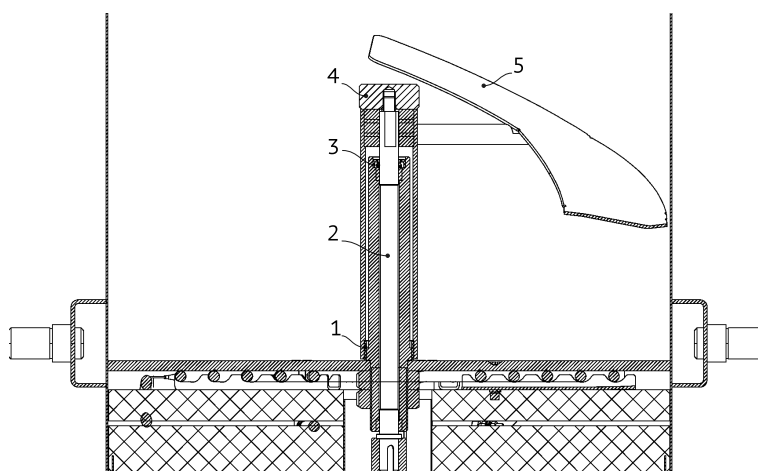

Рисунок 5
6. Открутите гайку (4), см. Рис. 5. Снимите мешалку (5) с вала привода мешалки (2). Проверьте состояние манжеты уплотнительной (3) и втулки фторопластовой (4). Изношенные элементы замените.